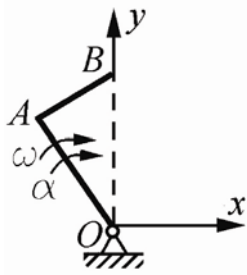

图 2-6
6.直角杆 OAB 可绕固定轴 O 在图 2-6 示平面内转动, 已知 $OA = 40\text{cm}$, $AB = 30\text{cm}$, 角速度 $\omega = 2\text{rad/s}$, 角加速度 $\alpha = 1\text{rad/s}^2$ 。则在图示瞬时, B 点的加速度在 x 向的投影为_____ cm/s^2 , 在 y 向的投影为_____ cm/s^2 。